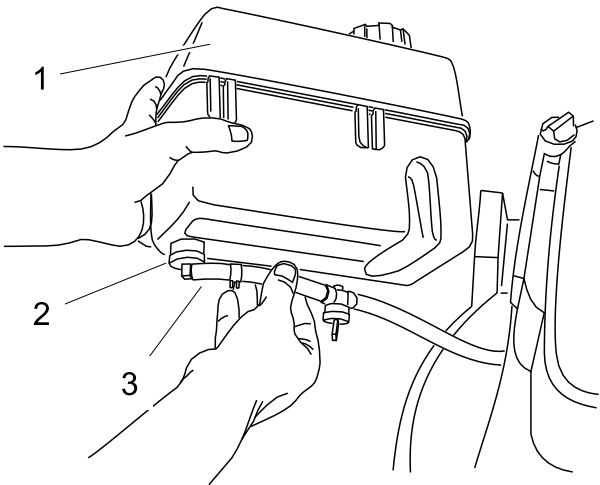

Figure 5
1. Raccordez l'extrémité de la conduite d'alimentation au raccord coudé (Figure 5).
- 2. Fixez la conduite en position à l'aide du collier (Figure 5).